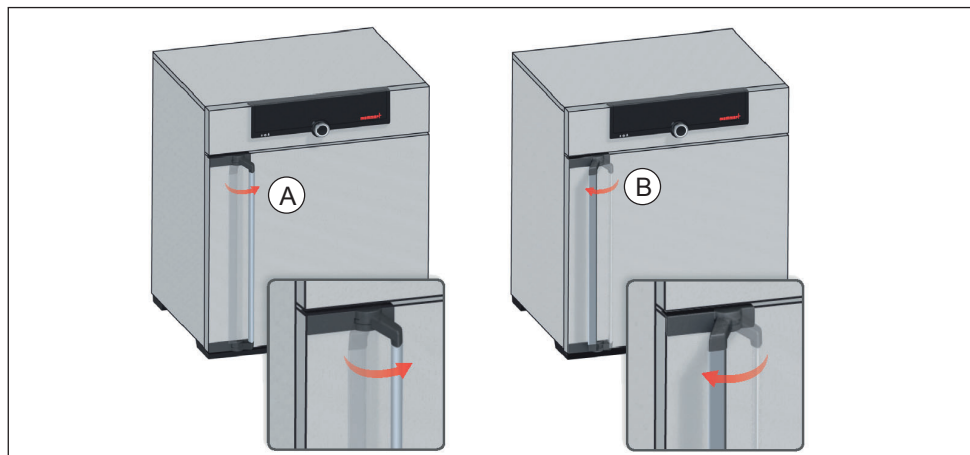

Fig. 13 Apertura y cierre de la puerta
- ▶ Para abrir la puerta, tirar de la manilla hacia un lado (izquierda o derecha, según el modelo de la puerta, Fig. 13, A) y abrir la puerta completamente.
- ▶ Para cerrar la puerta, empújela hasta el fondo y presione la manilla a un lado (B).